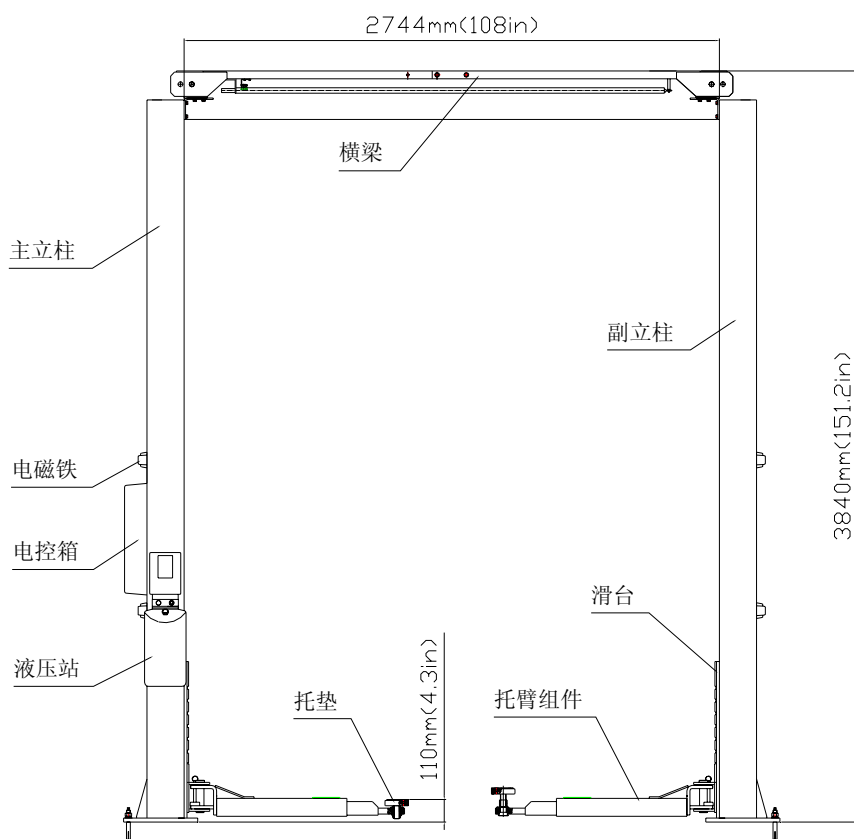
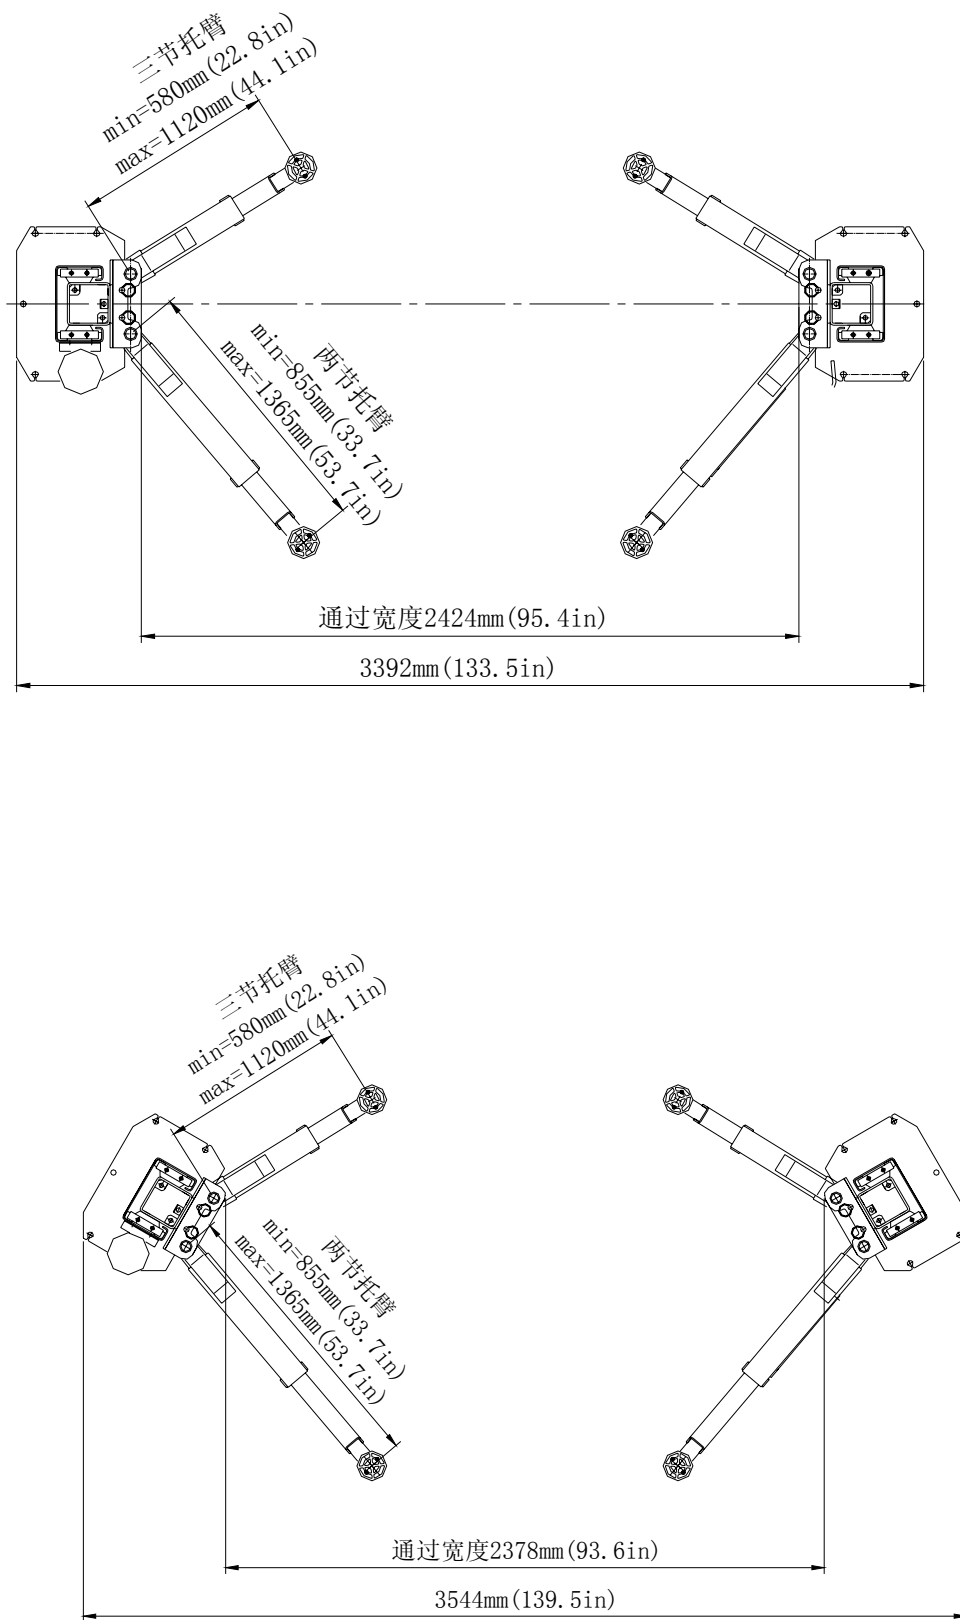

图1d
图 2d
TLT235SCA(U) 龙门双柱举升机	3.5吨 豪华型龙门式双柱举升机 (图1d、图2d)
TLT235SCA(U) 龙门双柱升降机	3.5吨 豪华型龙门式双柱升降机 (图1d、图2d)